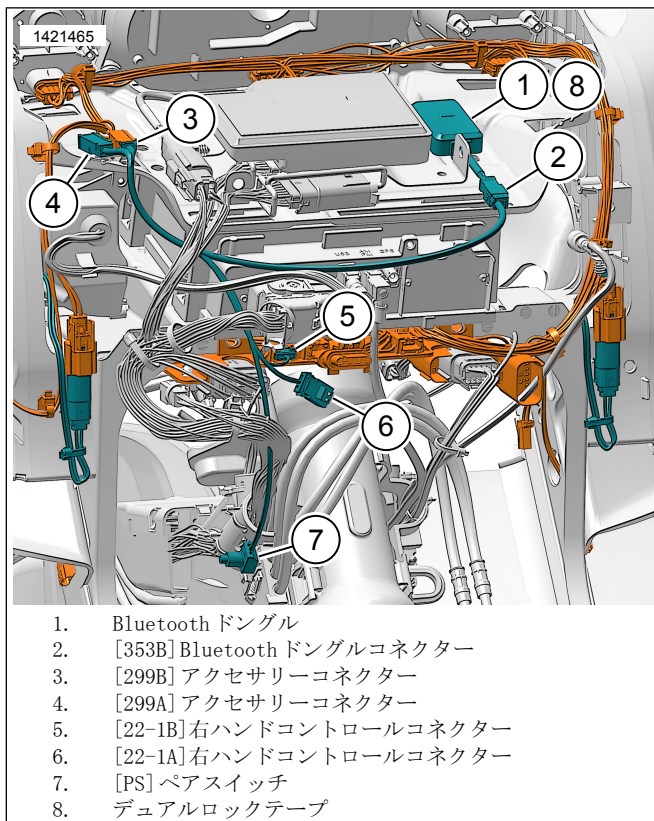

図6。フォークマウントフェアリングBluetoothドングルハーネス(2014年以降)
1. 図6を参照してください。フェアリングの下でBluetoothドングルハーネスを取り回して設置します。